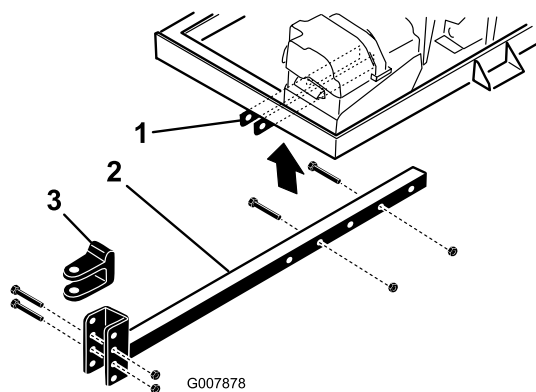

Рисунок 4
3. Вставьте трубу сцепного устройства в кронштейны рамы (Рисунок 4).
4. Прикрепите трубу сцепного устройства к кронштейнам рамы (Рисунок 4) с помощью 2 болтов ($\frac{3}{8}$ x 3 дюйма) и 2 фланцевых гаек ($\frac{3}{8}$ дюйма).